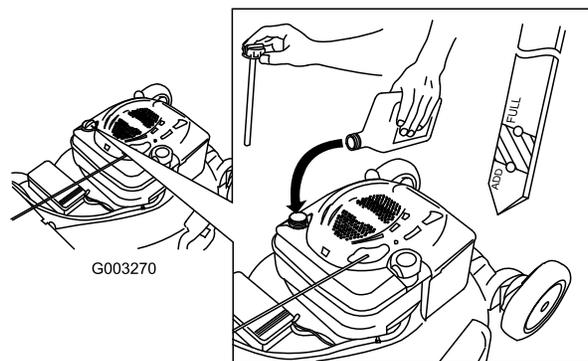

Рисунок 6
- Извлеките масломерный щуп (Рисунок 6).
- Медленно** залейте масло в маслозаливную горловину до тех пор, пока его уровень не достигнет отметки Full («Полный») на щупе (Рисунок 6). Проверка уровня масла с помощью щупа производится через 3 минуты после долива. **Не допускайте переполнения картера.** (Макс. объем масла: 0,59 л (20 унций.), тип: автомобильное моющее масло (SAE 30), имеющее классификацию API: SF, SG, SH, SJ, SL или выше.)